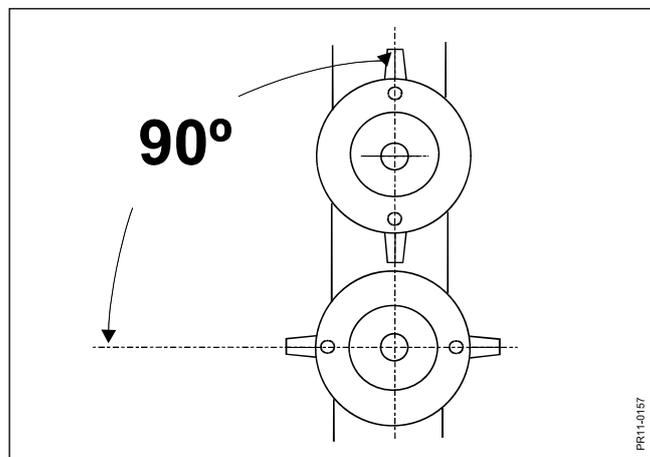

Fig. 6-11
- Fig. 6-11 Si les disques ont été démontés, ils doivent être remontés, décalés de 90° par rapport au disque précédent.